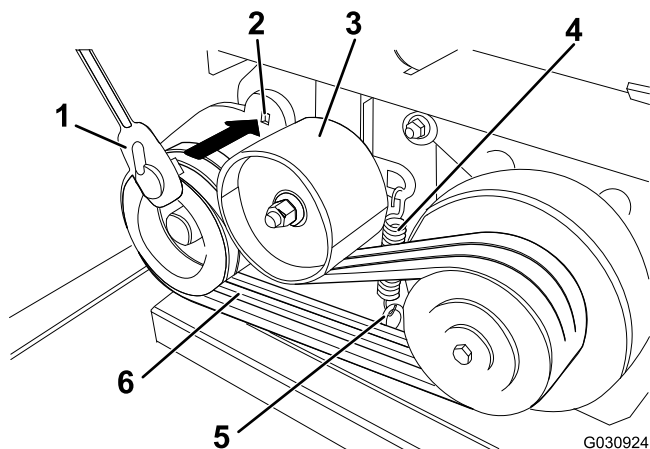

Figura 54
2. Verifique o estado da correia (Figura 54).
- B. Insira uma chave no furo quadrado no braço intermédio e rode a chave para cima (Figura 54).